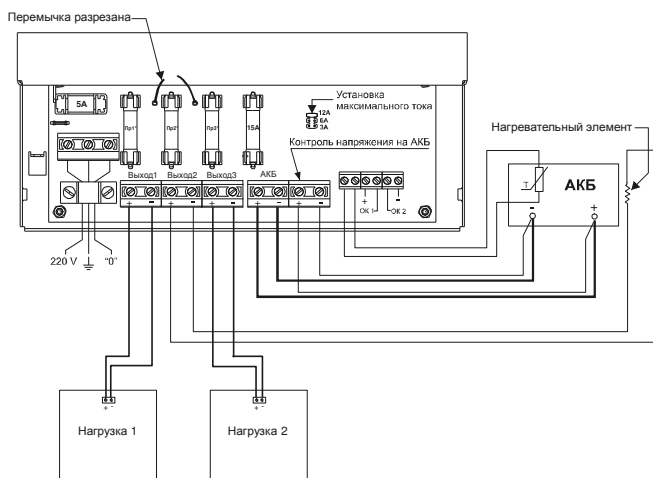

Рис.4
- ◆ Подключите, при необходимости, руководствуясь схемой подключения (рис.4), нагревательный элемент (не входит в комплект поставки) к контактам колодки «Выход 2», . Перережьте проводную перемычку поз.11 рис. 1. Оголенные концы провода изолируйте трубкой ПВХ Ø3.5 мм (входит в комплект поставки) или дру-